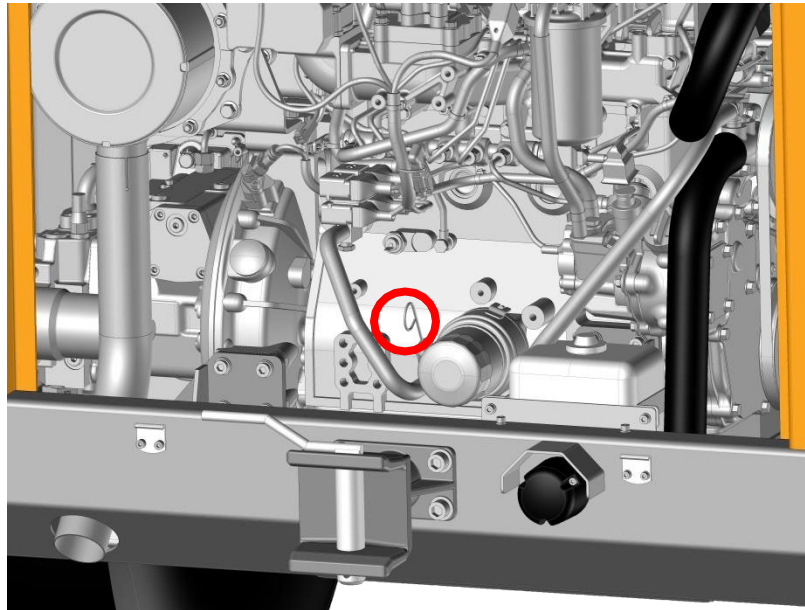

Figure 37. Jauge d'huile
4. Retirez la jauge d'huile illustrée à la figure 37 et nettoyez-la à l'aide d'un chiffon non pelucheux.